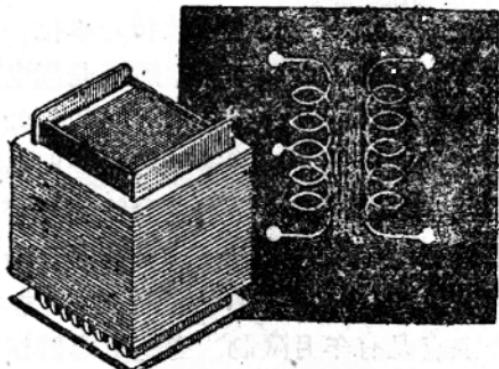

图15 输出变压器
2.輸出变压器 如图15所示，构造和电源变压器相似。初級綫圈有引出綫三条，两端接推挽管的屏极，中間接电源的正极。用欧姆表測量，两端电阻最大，中間到每一边的电阻約为最大电阻的一半。次級綫圈与揚声器連接，因圈數較少，电阻也小。